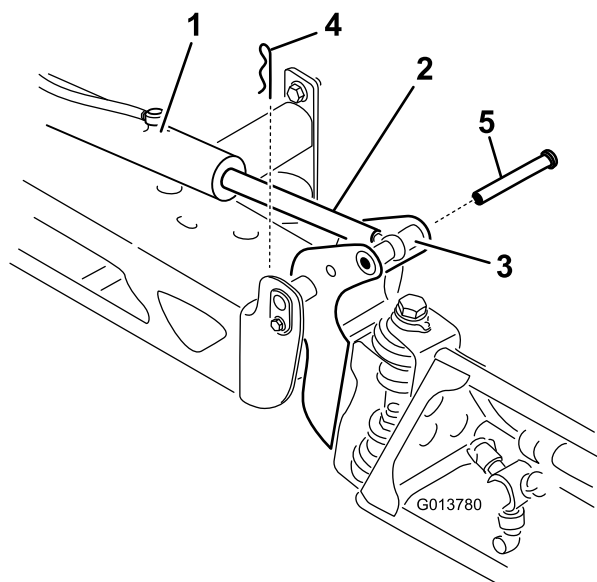

Figure 64
2. Retirez la goupille fendue de l'axe de pivot (Figure 64).
3. Élevez la rampe et retirez l'axe, puis abaissez lentement la rampe au sol (Figure 64).
7. Tout en maintenant la rampe, insérez l'axe dans le pivot de rampe et la tige de vérin (Figure 64).